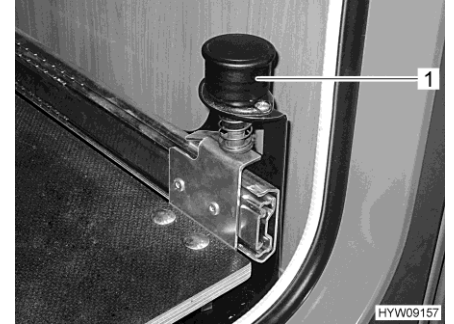

Bild 90 Knopp med spärr
- Dra knoppen (Bild 90,1) uppåt. Utdragsdelen till gasboxen är upplåst.